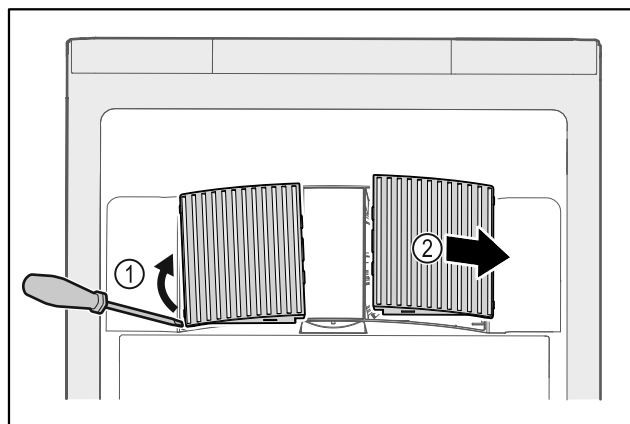

Fig. 171
- Väännä tuulettimen suojuksen varovasti sivulta pois paikaltaan Fig. 171 (1) ja poista suojuksen etukautta Fig. 171 (2).